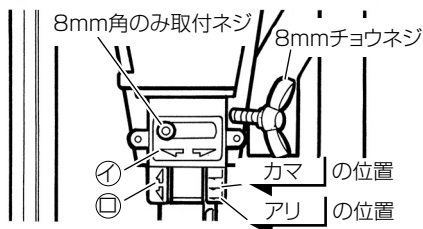

図 37
- (2) アリ・カマ加工では、8 mm チョウネジをゆるめゲージを矢印①方向に動かかし、ゲージホルダのアリまたはカマのところにあわせませう。(図 37)
8 mm 角のみ取付ネジの頭部を手で矢印②方向へ動かすことにより角のみの取付角度を変更できます。角度変更後は 8 mm チョウネジで、角のみを強く締付け固定します。(図 37)